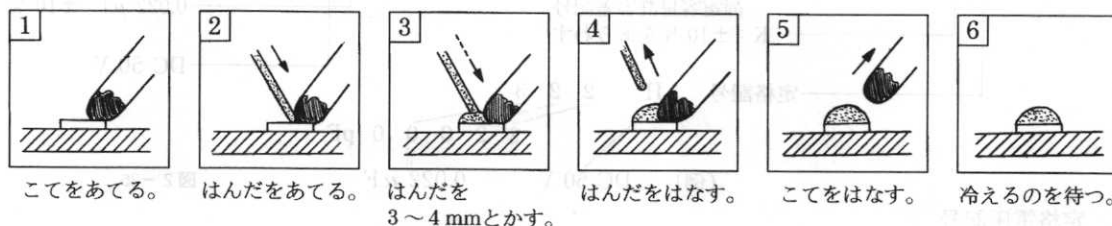

図3-2
② やに入りはんだの使用法
や入りはんだの一般的な使用法はきき手にはんだこてを持ち、他方の手にははんだを持ちます。図3-2の①～⑥のようにはんだ付けする部分をこてで予熱し、次にはんだをこてと予熱した部分の境付近に送り込みます。必要量のはんだが流れたらはんだをはなし、はんだの流れを見定めてこてをはなします。ポイントは、はんだごてをはなすタイミングです。